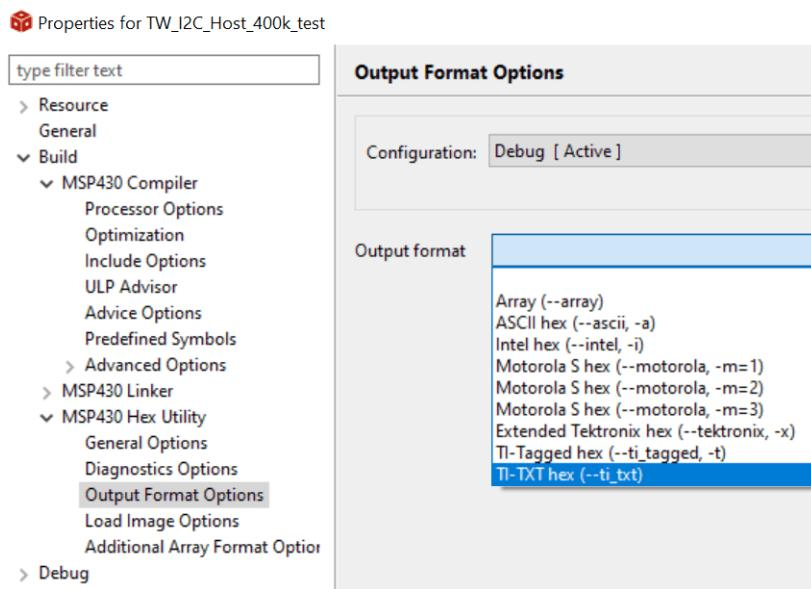

図 4-5. CCS で TI-TXT Hex ファイルを生成する
6. アプリケーションコード (ここでは bsl_software_invoke_app_demo_uart デモを使用可能) を CCS にインポートし、ターゲット デバイス用のファームウェアを TI-TXT hex 形式で生成します (図 4-5 を参照)。